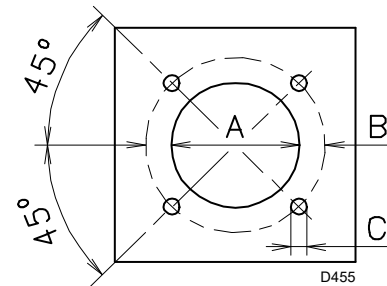

Abb. 14
Die Verschlussplatte der Brennkammer, wie in Abb. 14 durchbohren. Die Position der Gewindebohrungen kann mit dem zur Grundausrüstung gehörenden Wärmeschild ermittelt werden.
- Den gesamten Brenner in das vorher vorbereitete Bohrloch des Heizkessels einpassen, wie in Abb. 14 dargestellt, und mit den beige-packten Schrauben befestigen.